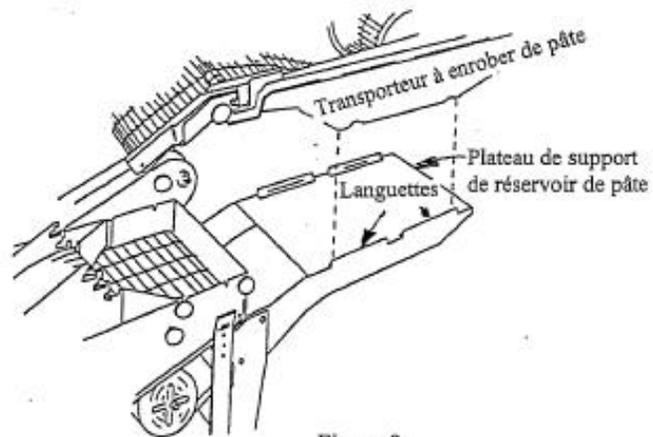

Figure 9
6.2.7 Transporteur à enrober de pâte (Voir la Figure 9)